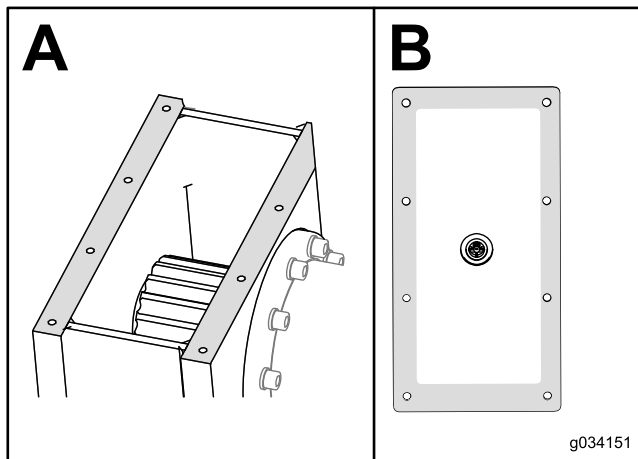

Figure 136
7. Nettoyez le mastic du boîtier d'engrenages et du couvercle (Figure 136).
8. Appliquez du mastic RTV neuf de type automobile sur le bord du couvercle (encadré B de la Figure 136).